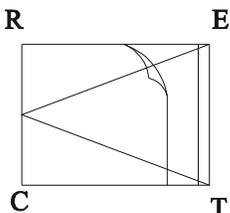
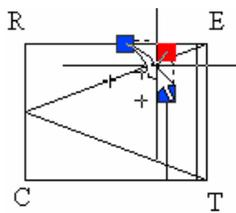

图 3-1-4
图 3-1-6
**STEP 02** 绘制床上的被单，如图 3-1-4 所示，其具体操作如下：
使用绘制样条曲线命令 SPLINE 随意绘制如图 3-1-4 所示的曲线表示被单。这里的样条曲线没有具体的规律可循，如果绘制的曲线不满意，可以像如图 3-1-6 所示的操作进行拉动，其具体的操作为：